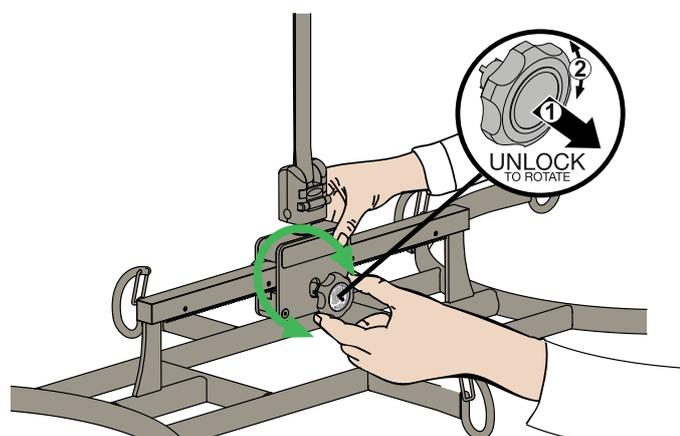

Fig. 17
2. Ruotare il pomello. Vedere fig. 17.